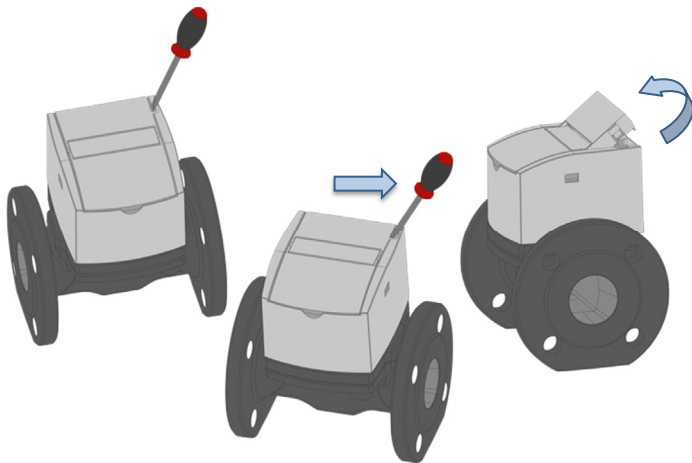

Abb. 28: Aufbrechen der Kommunikationsplombe und Anheben des Moduldeckels
Schritt 1: Entfernen Sie die Kommunikationsdichtung und öffnen Sie den Moduldeckel, wie in Abb. 28 dargestellt.